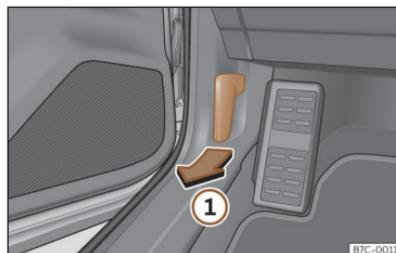

Fig. 191 Levier de déverrouillage sur le plancher, côté conducteur.
- Ouvrez la portière et tirez sur le levier situé sous le tableau de bord >>> **fig. 191 ①**.